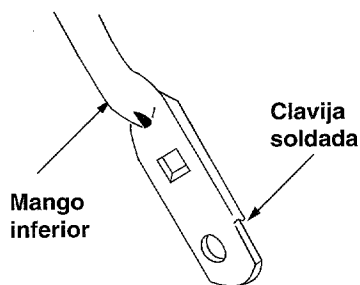

Figura 16
- Extraiga los broches del cabello de las clavijas soldadas en los soportes del mango. Refiérase al recuadro de la Figura 16. Presione sobre las piernas del mango inferior. Extraiga el mango inferior de la cortadora.
- Gire el mango inferior de la cortadora de manera que la muesca en el fondo del mango inferior esté orientada hacia adelante según se muestra en la Figura 16. Reensamble, colocando los orificios inferiores del mango sobre las clavijas soldadas en el soporte de montaje del mango.